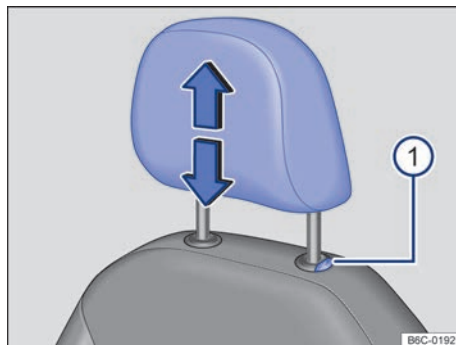
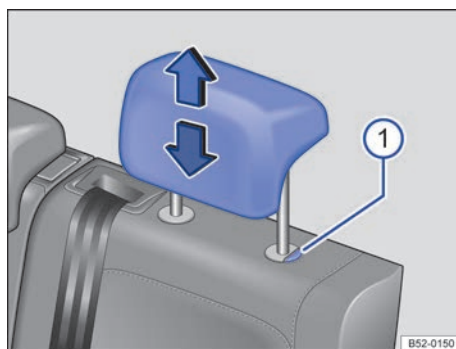

Fig. 65 Apoio para cabeça dianteiro: ajustar.
Fig. 66 Apoio para cabeça traseiros: ajustar.
- Deslocar o apoio para cabeça para cima ou para baixo na direção da seta com o botão → Fig. 65 ① ou → Fig. 66 ① pressionado → ⚠ em *Introdução ao tema* na página 83.